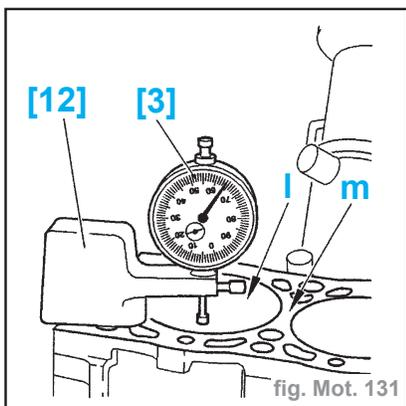

fig. Mot. 131
- Poser le support comparateur [12] (-). 0132-C sur le carter-cylindres (fig. Mot. 131).